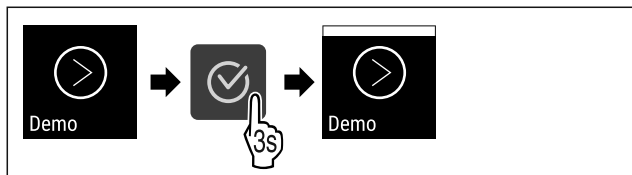

Fig. 115
- ▶ Suivre les étapes (voir Fig. 115) .